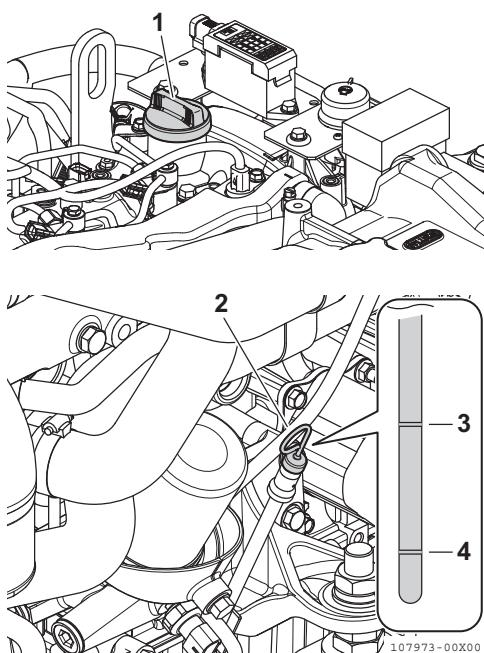

Figura 6
2. Rimuovere l'asta di livello dell'olio (**Figura 6, (2)**) e pulirla con un panno pulito.
4. Estrarre l'astina di controllo. Il livello dell'olio deve essere compreso tra la tacca superiore (**Figura 6, (3)**) e la tacca inferiore (**Figura 6, (4)**) dell'asta di livello.
1. Rimuovere il tappo del bocchettone di rifornimento dell'olio (**Figura 6, (1)**) e rabboccare con olio motore.
2. Riempire di olio fino al limite superiore (**Figura 6, (3)**) dell'asta di livello (**Figura 6, (2)**).